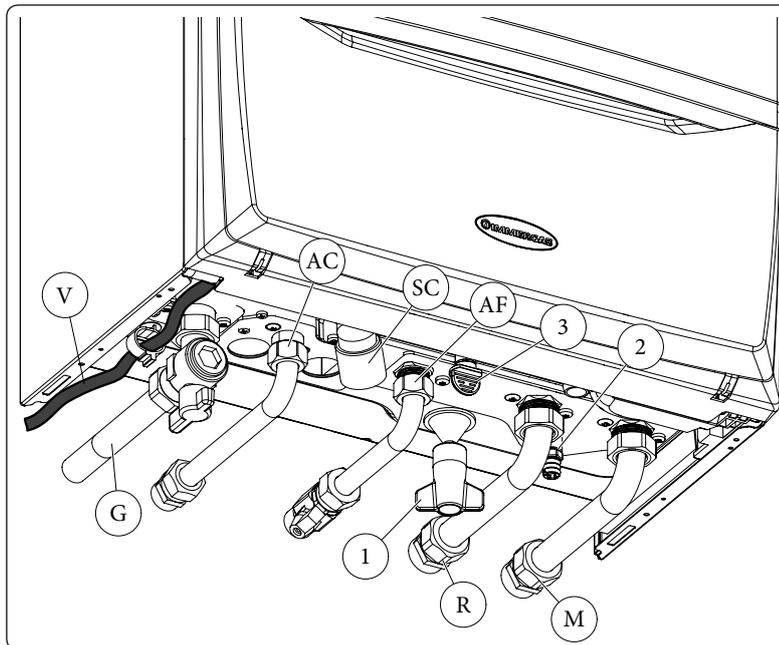

Fig. 1-3
Il gruppo allacciamento composto da tutto il necessario per effettuare i collegamenti idraulici e impianto gas dell'apparecchio viene fornito di serie con la caldaia, effettuare i collegamenti come indicato in fig. 1-3.
**Valvola di sicurezza 3 bar.** Lo scarico della valvola di sicurezza è stato convogliato sull'uscita del sifone scarico condensa. Di conseguenza in caso di intervento della valvola il liquido fuoriuscito andrà a finire in rete fognaria attraverso il tubo di scarico del sifone scarico condensa. Nella parte inferiore dell'apparecchio è stato comunemente predisposto un raccordo di scarico (rif. 3 fig. 1-3) con il relativo tappo di chiusura per verificare presenza di liquido nel circuito di scarico e per verificare l'intervento della valvola di sicurezza 3 bar.
Per la protezione da eventuali dispersioni di tensioni continue pulsanti è necessario prevedere un dispositivo di sicurezza differenziale di tipo A. In caso di sostituzione del cavo di alimentazione rivolgersi ad una impresa abilitata (ad esempio il Servizio Assistenza Tecnica Autorizzato Immergas). Il cavo di alimentazione deve rispettare il percorso prescritto (Fig. 1-3).